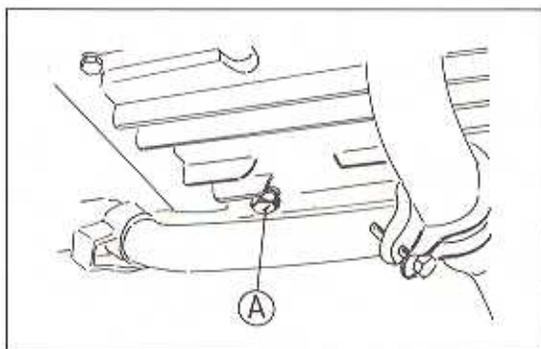

Bild 30
- Die Ablassschraube lösen und das Öl in das Gefäß abfließen lassen (Bild 30).